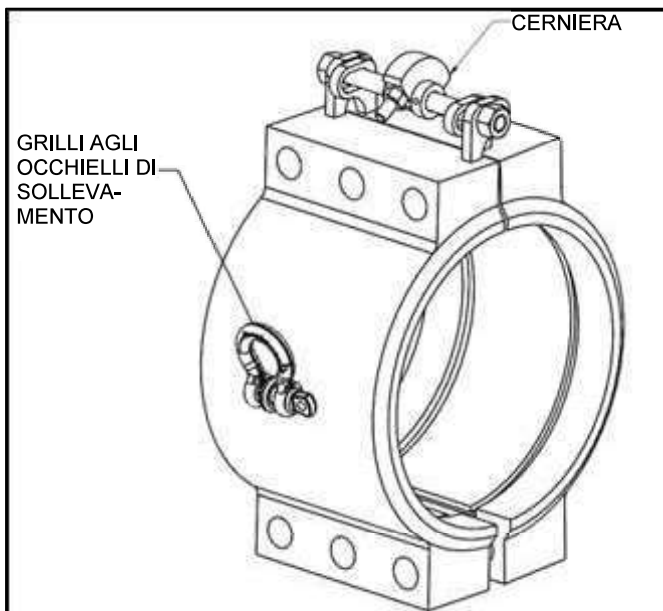
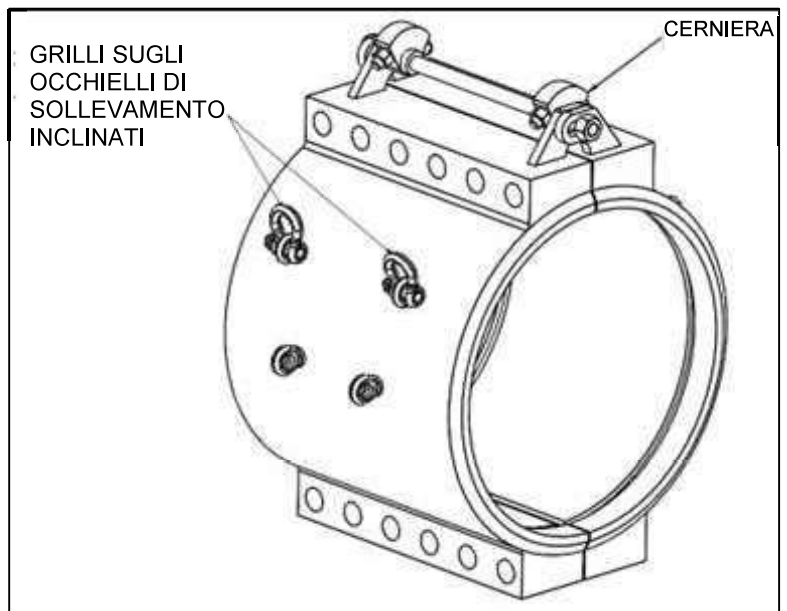

Figura 10
Figura 11
2. Fissare i grilli agli occhielli di sollevamento. I raccordi più piccoli in genere hanno occhielli di sollevamento solo al centro della clamping, come mostrato nella Figura 10. I raccordi di diametro maggiore hanno occhielli di sollevamento aggiuntivi inclinati, come mostrato nella Figura 11. Per le clampe di diametro maggiore, gli occhielli di sollevamento inclinati devono essere utilizzati durante l'installazione con cerniere.